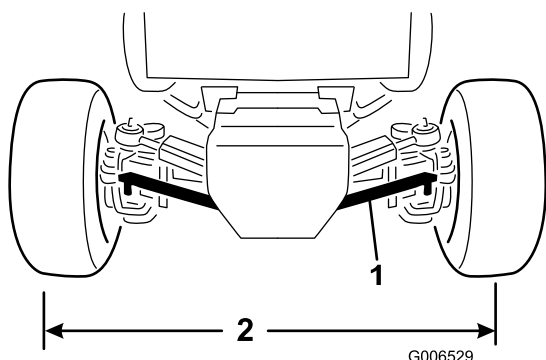

図 59
2. タイロッドのボール・ジョイントの1つをアクスルのブラケットに固定しているナットを外してボール・ジョイントをアクスルから外す(図 59)。
4. 右タイヤの中心線からと左タイヤの中心線までの距離が、タイヤの前後で等しくなるように、タイロッドのボール・ジョイントを内側または外側に回して調整する(図 59)。